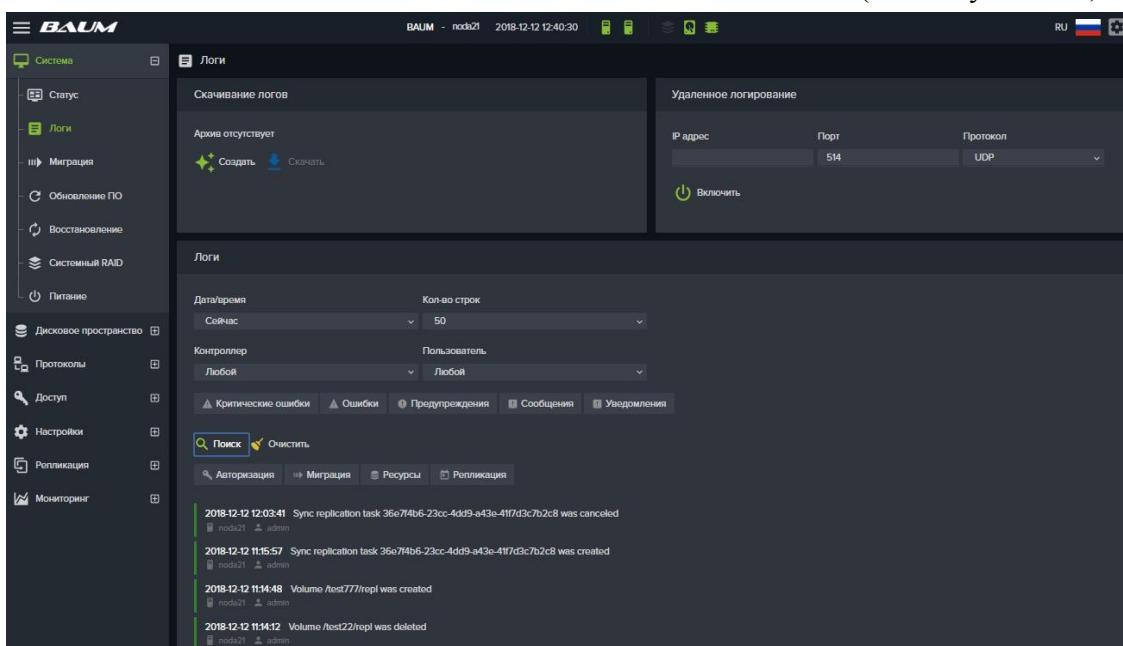

Рисунок 132. Системные записи
На вкладке меню «Система» → «Логи» выводятся системные записи (см. Рисунок 132)
- Перейдите на вкладку меню «Система» → «Логи» (см. Рисунок 132);